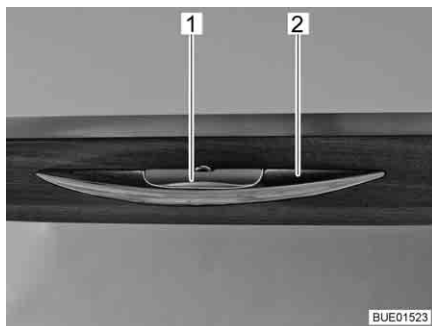

Fig. 55 Abattant de placard avec poignée de déverrouillage
- Enfoncer la poignée de déverrouillage (Fig. 55,1) et la maintenir enfoncée.
- Tirer sur la poignée (Fig. 55,2) jusqu'à ce que l'abattant de placard s'ouvre.